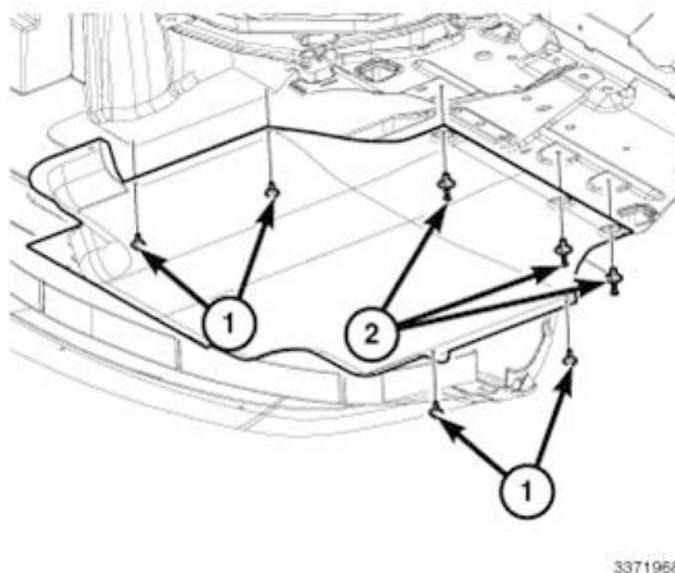

Fig. 1 Riparo pianale
1. Togliere il riparo del pianale motore (Fig. 1).